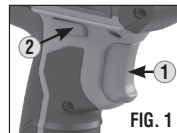

FIG. 1
**BOUTON AVANT/RETOUR/VERROUILLAGE** (2) (FIG. 1) : Ce bouton présente trois paramètres : Avant (pour entailler les câbles), Retour (pour ramener la lame) et Verrouillage (pour empêcher l'outil de fonctionner dans une direction ou l'autre).